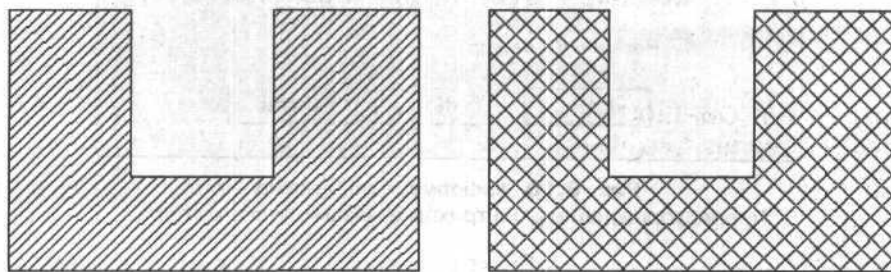

Рис. 8.16. Штриховка области до и после редактирования
Рассмотрим использование команды редактирования штриховки на примере чертежа, изображенного на рис. 8.16. Изменим тип штриховки и ее масштаб. Чтобы изменить свойства штриховки, выполните следующие операции.
3. В диалоговом окне измените тип штриховки **ANSI31** на **ANSI37** и масштаб 1 на 2. Просмотрите изображение с помощью кнопки **Preview (Просмотр)** и выйдите из диалогового окна, щелкнув на кнопке **OK**. На экране появится исходный контур с измененным типом штриховки и масштабом (рис. 8.16).